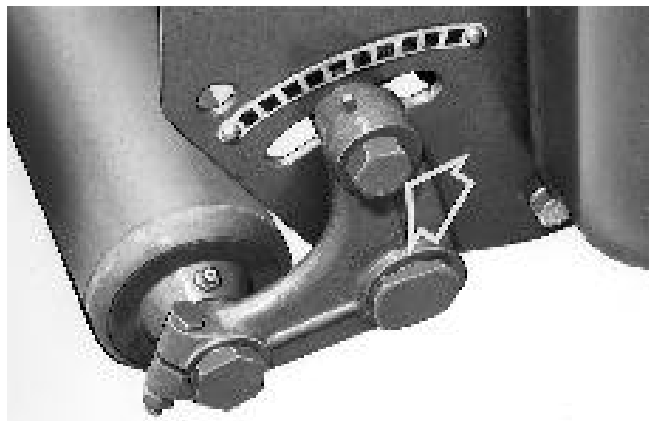

Fig.32
1. Loosen the bolts (Fig. 32) securing the front roll brackets on both sides of the machine.
1. Maak de bouten (Afb. 32) los die de voorste roller aan beide kanten van de machine vasthouden.
1. Desserrer les boulons (Fig. 32) qui retiennent les brides de fixation du rouleau avant des deux côtés de la machine.